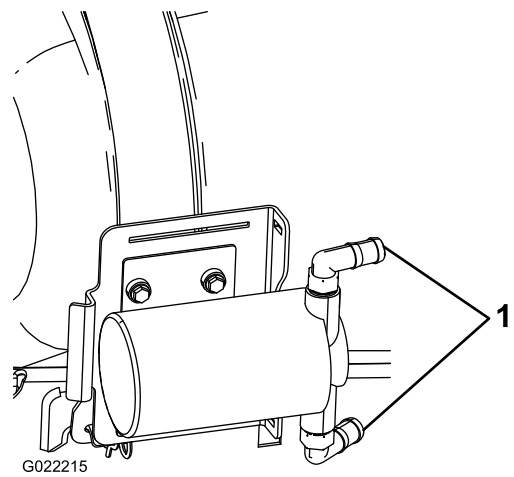

Рисунок 9
5. Подсоедините штуцеры со ступенчатыми поверхностями для шлангов насоса, как показано на Рисунок 9.